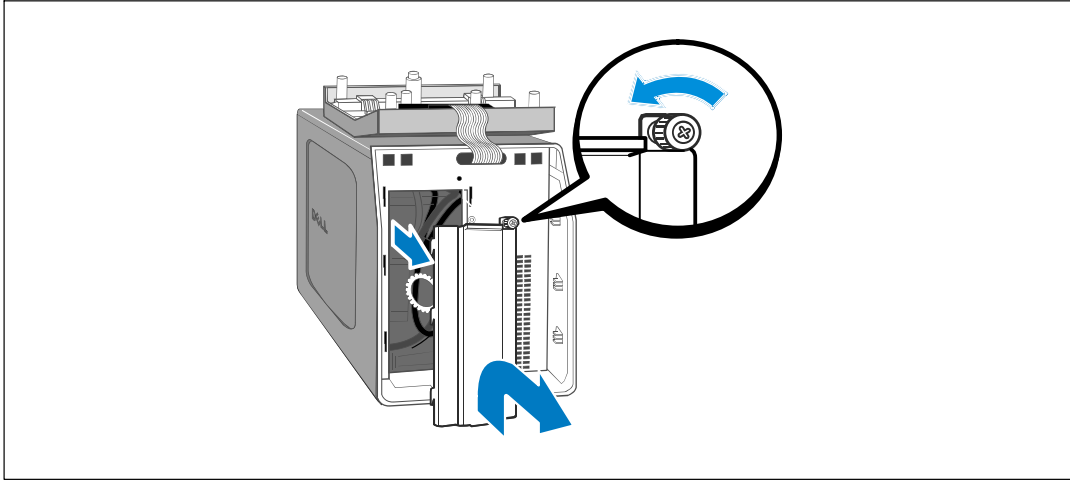

图 25. 取下电池盖
- 3 拧开电池金属盖上的翼形螺钉，并取下外盖（参见图 25）。